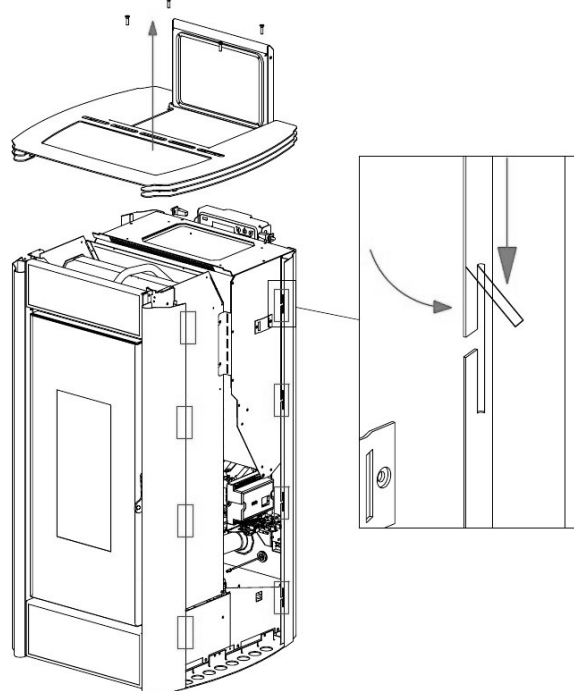

Fig. 35 - De tongetjes plooiën
- Met de vinger de bovenste tongetjes op de zwarte profielen naar buiten plooiën (zie **Fig. 35**).